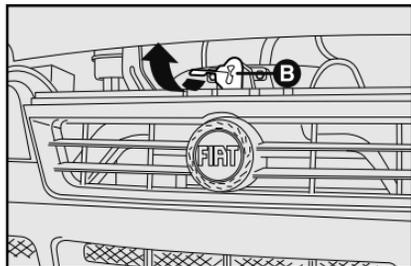

fig. 82
- Levante el capó por la parte delantera alzando la palanca **B**-fig. 82.